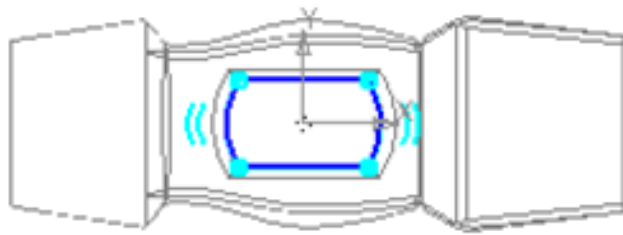

Рис. 11.18. Построение эскиза
17. Выберите **Плоскость ZX**, войдите в режим создания эскиза, постройте эскиз согласно рис. 11.18.